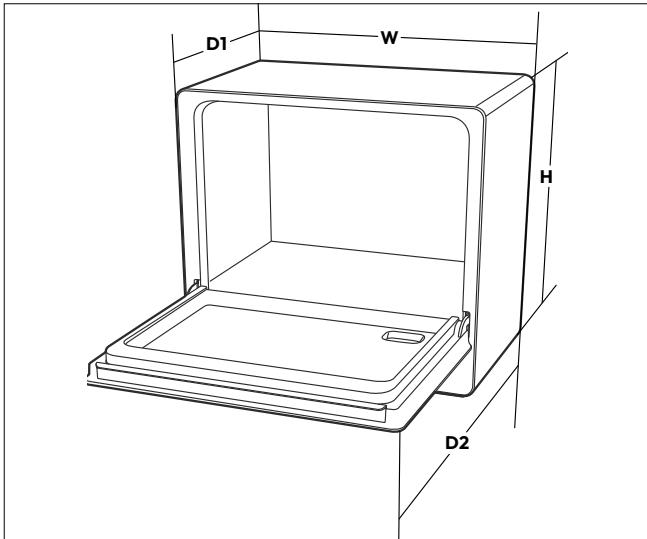

Abb. 7 – Gerät abmessungen
- ▶ Beachten Sie die Abmessungen des Geräts bei der Aufstellung (siehe Abb. 7):